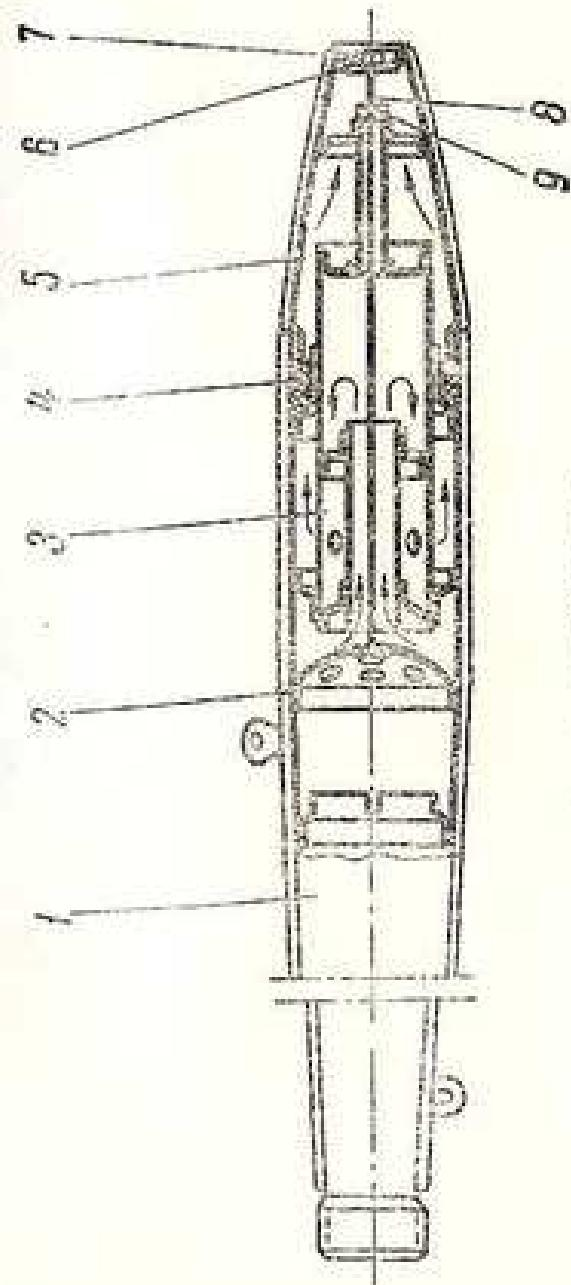

Рис. 13. ГЛУШИТЕЛЬ:
**ГЛУШИТЕЛЬ.** На мотоцикле установлен разборный глушитель шума выхлопа (рис. 13). При снятии глушителя необходимо ослабить крепление корпуса глушителя и отвернуть гайку крепления выхлопной трубы к патрубку цилиндра.